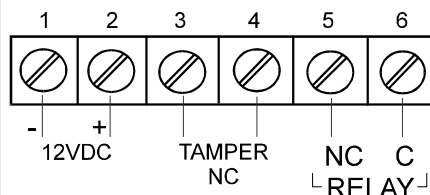

Рис.3
5. Подключите провода к колодке подключения в соответствии с маркировкой (см. рисунок 3).